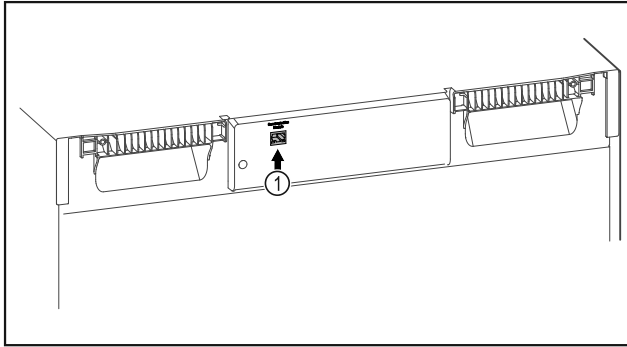

Fig. 83
- ☐ SmartModule Fig. 83 (1) er sat i.